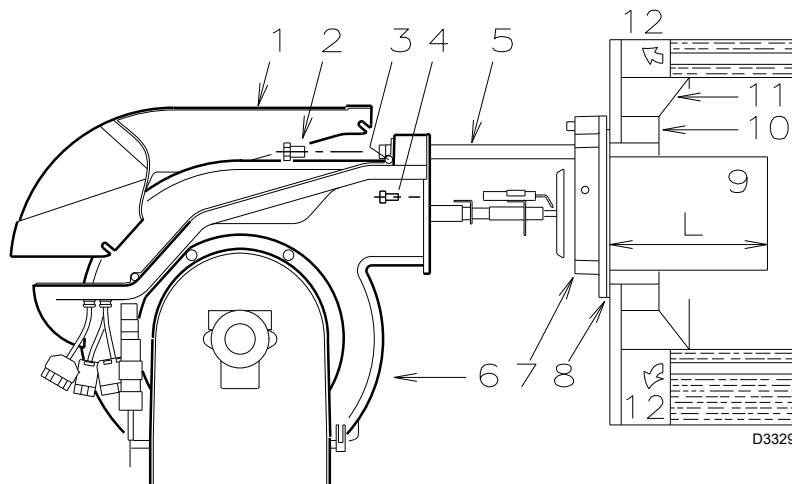

Fig. 7
Para as caldeiras com a frente refrigerada por água, não é necessário o revestimento refractário 10)-11)(Fig. 7), excepto se o fabricante da caldeira assim o indicar.
Fixar a flange 7)(Fig. 7) à placa da caldeira, intercalando a junta 8)(Fig. 7) fornecida. Usar os 4 parafusos fornecidos, depois de haver protegido a rosca com um produto antibloqueio.
- Abrir o queimador sobre as guias como se indica (Fig. 7, pag. 10).